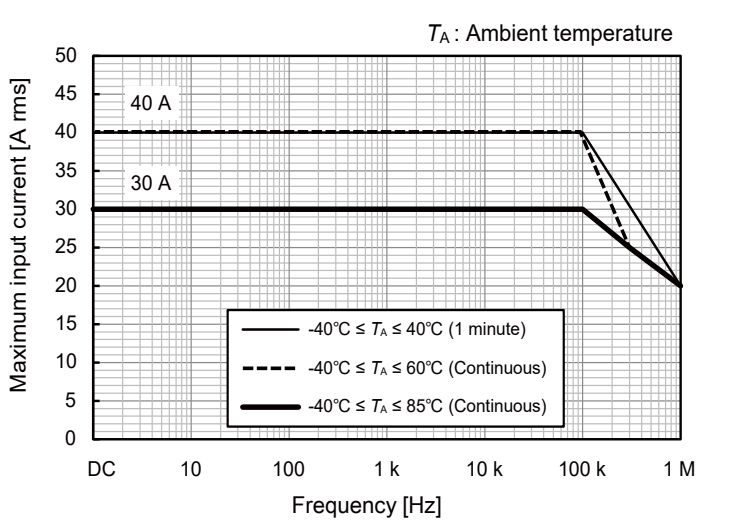

图 1. 频率额定值降低特性 *
最大输入电流	图 1. 频率额定值降低范围以内 <p>如果小于等于 40°C 且 20 ms 以内，则容许最大 ±60 A peak (设计值)</p>
- 在振幅精度、相位精度小于等于 110% of full scale、图 1. 频率额定值降低范围以内进行规定。DC < f < 10 Hz 为设计值。
*1：以 4 A 为间隔，使输入电流 (DC) 产生 +20 A → 0 A → -20 A → 0 A → +20 A 的变化，测量输出电压。 <p>利用通过上述测量计算的回归直线与测量点之差进行规定。</p>	*2：利用额定电流比进行规定。